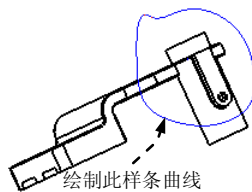

图 8.1.20 绘制剖视图的边界线
② 在系统 **在当前视图上草绘样条来定义外部边界。** 的提示下, 直接绘制图 8.1.20 所示的样条曲线来定义部分视图的边界, 然后单击 **应用** 按钮。